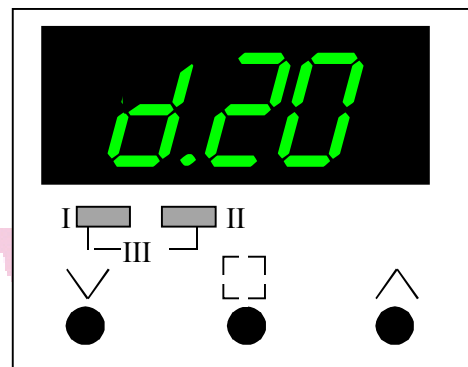

Рисунок 8 – Встановлення гістерезису температур (напр., 20°C)
2.5.4 Зробити серію натискань на кнопку 1 та 2, щоб встановити бажану температуру води в котлі в межах 20...85°C. Під час встановлення бажаної температури, її значення відображається на рідкокристалічному індикаторі терморегулятора. Потім встановлюється значення гістерезису нагріву в межах від 0,1 до 35°C (рис.8).